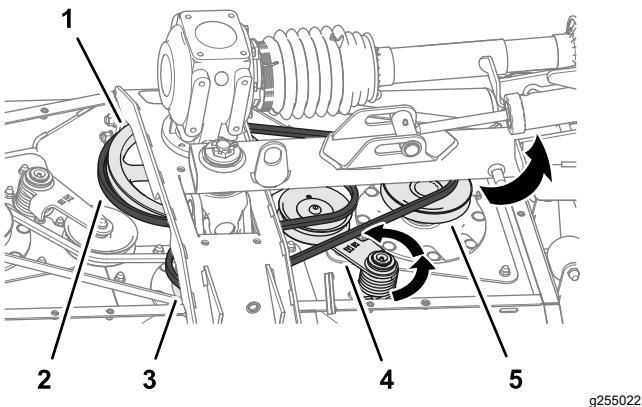

Figure 65
- Au moyen d'une poignée articulée ou d'un outil similaire, faites tourner le tendeur de la grande courroie dans le sens antihoraire et déchaussez la courroie de la poulie de tendeur (Figure 65).
3. Déchaussez la grande courroie de la poulie d' entraînement, la poulie d' axe central et la poulie d' axe droit (Figure 65).